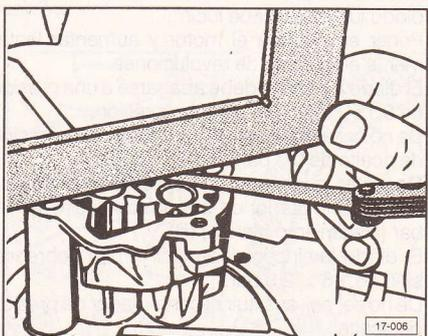

Fig. 4.48
- Juego axial máx. de los piñones (Fig. 4.48) 0,15 mm